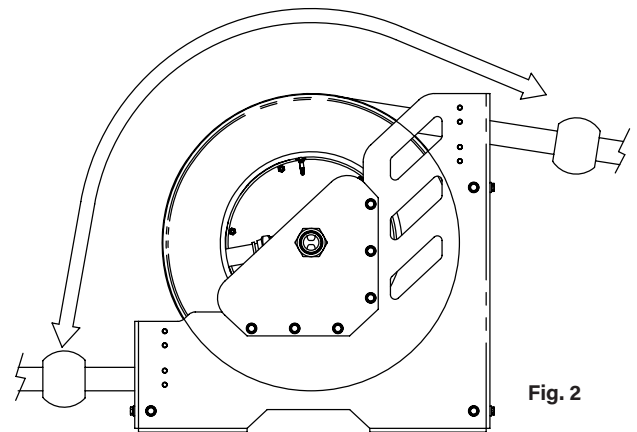

Fig. 2
4. Oriente la manguera (no es necesario que desmonte el tope de manguera) hacia la nueva posición de la salida, para ello, sujete firmemente la manguera, libere el tambor del trinquete, y gírelo hasta que la manguera apunte hacia su nueva posición de salida (Fig. 2). Bloquee el tambor de nuevo en la posición de trincado más próxima.